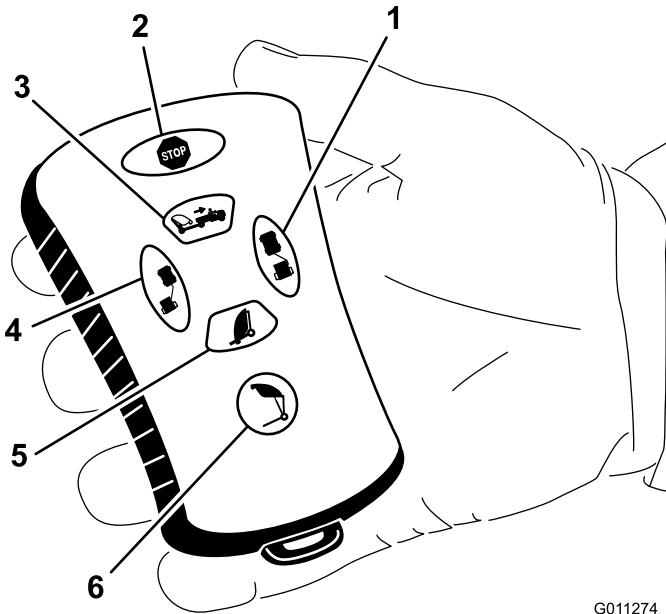

Bild 25
- Drücken Sie die Taste zum Entleeren des Füllkastens (Bild 25).
- Drücken Sie dann die Taste für einen Versatz nach links (Bild 25).
- Drücken Sie dann die Taste für einen Versatz nach rechts (Bild 25).
- Halten Sie dann die Taste zum Entleeren des Füllkastens gedrückt (Bild 25).
- Drücken Sie die Taste zum Absenken der Kehrmaschine, um den Füllkasten abzusenken (Bild 25).